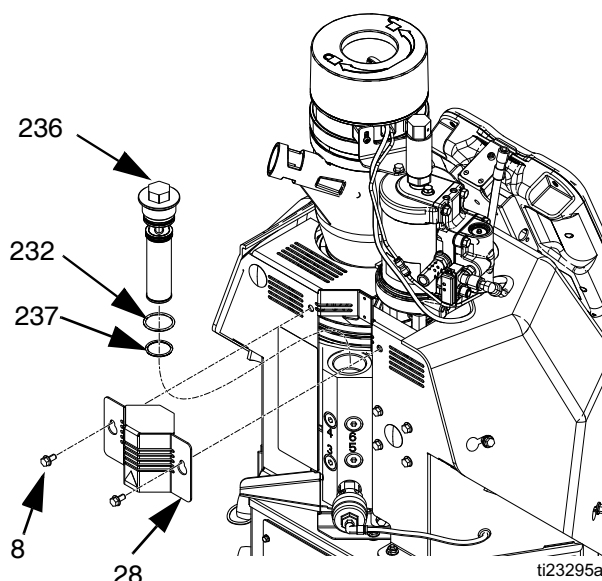

図 23
4. ネジ (8) を緩め、システム背面の小さい金属シュラウド (28) をスライドさせて取り外します。図 23 のように設置します。
5. 1 インチソケットを使用して、アウトレットフィルター (236) をねじ外します。
6. アウトレットフィルターのキャップを通してアレンレンチを挿入し、アウトレットフィルター (236) をシステムから持ち上げます。
8. 新しいアウトレットフィルターとともに提供される O リング (232、237) を新しいアウトレットフィルター (236) に取り付けます。
10. 小さな金属シュラウド (28) をアウトレットフィルターの上に取り付け、2 本のネジ (8) を締めます。